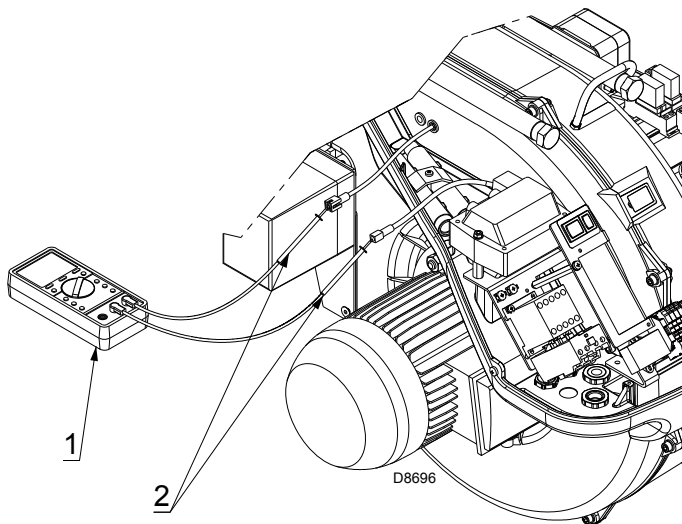

Fig. 35
Si, de todas formas, se quisiera medir la corriente de ionización hay que desconectar la clavija-toma (2)(Fig. 35) colocada en el cable de la sonda de ionización e introducir un microamperímetro (1)(Fig. 35) para corriente continua de 100 μ A final de la escala.